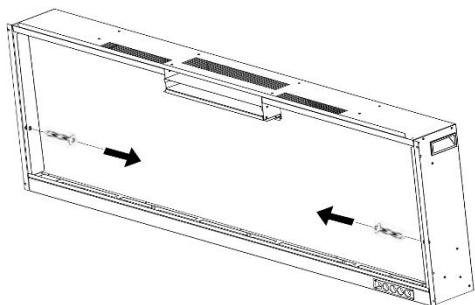

Fig. 2-1
A. Scoateți șuruburile (1 pe fiecare parte) de pe părțile laterale ale șemineului. Puneți șuruburile deoparte (Fig. 2-1)